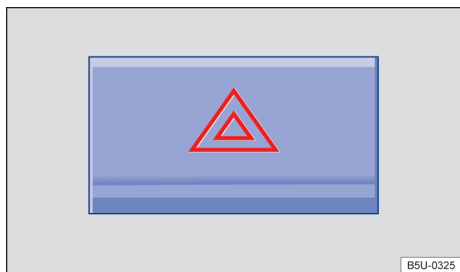

Fig. 48 Na parte superior do console central: interruptor das luzes de advertência.
2. Ligar as luzes de advertência com o interruptor ▲ → Fig. 48.
As luzes de advertência também podem ser desligadas ao pressionar o interruptor ▲ no painel de instrumentos → Fig. 48. ►